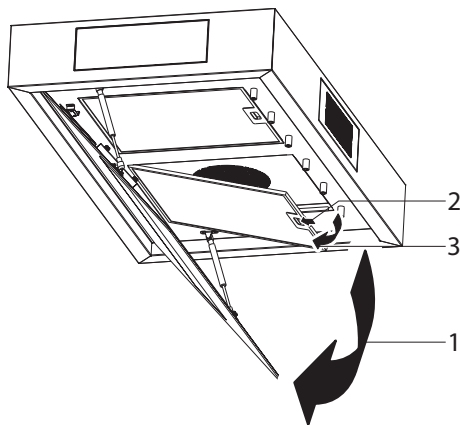

Abb. 19: Entfernen des Metallfettfilters
1. Öffnen Sie den Seitenabzugsglas (Abb. 19).
3. Öffnen Sie die Verriegelung der Metallfettfilter (Abb. 19/2) und schützen Sie mit Ihrer anderer Hand den Aluminium Metallfilter gegen Sturz.
4. Neigen Sie den Metallfettfilter nach vorne und nehmen Sie es ab (Abb. 19/3).
11. ▶ Legen Sie den Metallfettfilter in das Gerät und öffnen Sie den Filterverriegelung (Abb. 19/1)
12. ▶ Setzen Sie den Metallfettfilter ein ( Abb. 19/2)
13. ▶ Schließen Sie den Seitenabzugglas (Abb. 19/3).